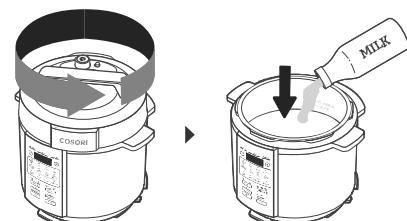

Figura 7.1
- Ruotare il coperchio in senso antiorario e sollevarlo per aprirlo. Aggiungere il latte nella pentola interna. **[Figura 7.1]**